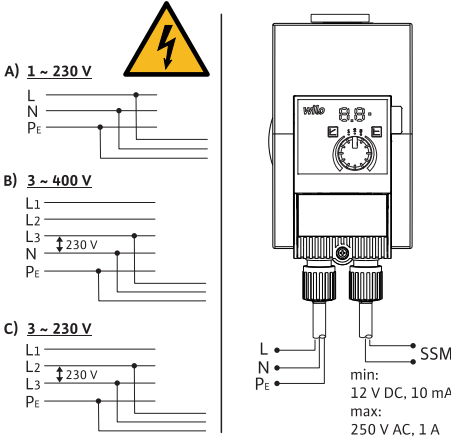

Fig. 3: Bağlantı seçenekleri
- 230 V düşük gerilim şebekelerine bağlayın. IT şebekelerine bağladığımızda (Isolé Terre şebeke türü) dış iletkenler arasındaki (L1–L2, L2–L3, L3–L1 → Fig. 3) gerilimin 230 V'yi aşmamasına mutlaka dikkat edin. Hata durumunda (toprak kaçağı) faz ve PE arasındaki gerilim, 230 V'yi aşmamalıdır.